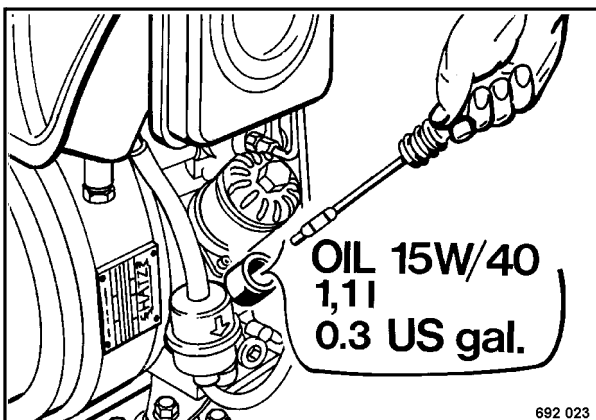

Fig. 4
- Colocar la placa vibratoria en posición horizontal, y rellenar con aceite nuevo (Fig. 4).